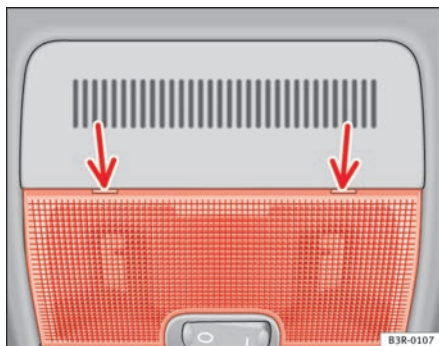

Abb. 81 Ausschnitt aus Dachhimmel: Ansatzpunkt des Schraubendrehers
- Setzen Sie den Schraubendreher (Bordwerkzeug) mit der flachen Klinge vorsichtig an der hinteren Seite des Leuchtenglases an ⇒ Abb. 81.